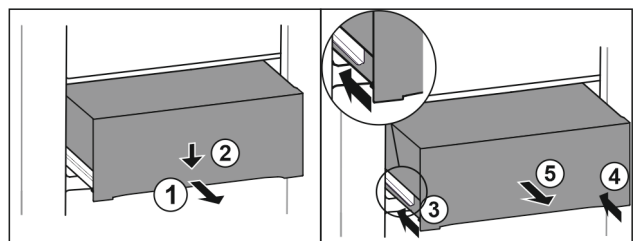

Fig. 103
- Вытяните выдвижной ящик наполовину. Fig. 103 (1)
- Вдавите выдвижной ящик в передней части вниз. Fig. 103 (2)
- Задвиньте левую направляющую прим. на 2 см. Fig. 103 (3)
- Задвиньте правую направляющую прим. на 2 см. Fig. 103 (4)
- Извлеките выдвижной ящик движением вперед. Fig. 103 (5)